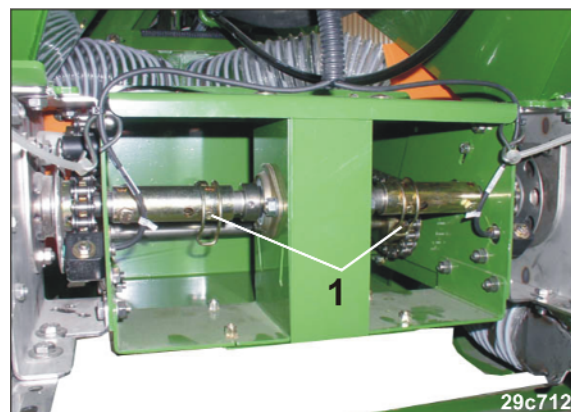

Рис. 116
- система дозирования одной половины (части) машины может отключаться путем удаления соответствующего пружинного фиксатора (Рис. 116/1).